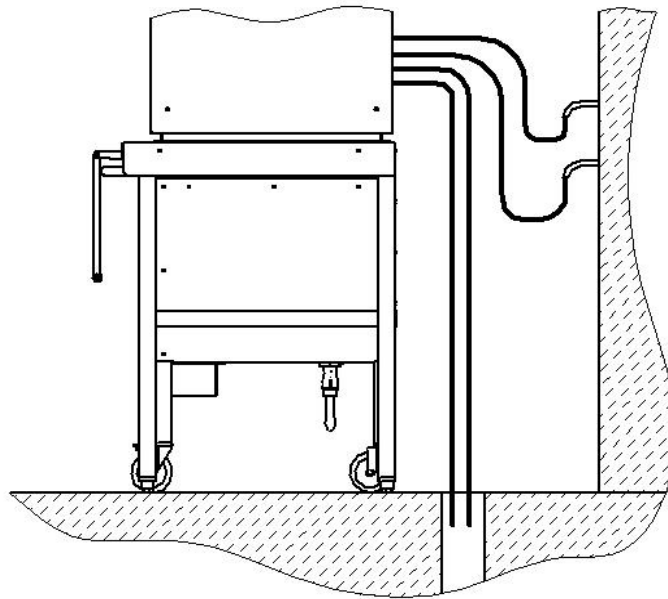

Рис. 5 Схема подключения льдогенератора
- установить льдогенератор на накопитель льда. Для льдогенераторов ЛГ-400Ч-01, ЛГ-400Ч-02 и ЛГ-620Ч-01, ЛГ-620Ч-02 использовать бункер-накопитель Б-400 или бункер-накопитель БН-2-100. Льдогенератор должен фиксироваться на бункере-накопителе двумя болтами из комплекта поставки моментом затяжки  $26 \pm 1,5$  Н·м ( $2,7 \pm 0,15$  кгс·м). Схема монтажа показана на рис. 5. Положение льдогенератора должно быть горизонтальным, в случае необходимости отрегулируйте высоту и устойчивое положение изделия с помощью регулируемых ножек бункеров;
- подключить изделие к системе водоснабжения. Льдогенератор подключается к системе водоснабжения через штуцер с резьбой G 3/4" для подачи воды на испаритель и через штуцер под шланг с внутренним диаметром 12 мм для подачи воды на охлаждение конденсатора (для ЛГ-400Ч-01, ЛГ-620Ч-01) (рис. 5). Для дополнительной фиксации шланг крепить к штуцеру хомутом. Подсоединение шлангов подачи воды должно проводиться через краны для экстренного прекращения подачи воды на охлаждение конденсатора и испаритель в случае необходимости.
- подключить изделие к системе канализации через штуцер слива воды с ванны и штуцер охлаждения конденсатора под шланг с внутренним диаметром 12мм (для ЛГ-400Ч-01, ЛГ-620Ч-01) и штуцер для слива талой воды с бункера (для бункера Б-400) (рис. 5). Убедиться, что сливные шланги находятся ниже, чем выходы на задней панели льдогенератора и основания бункера, чтобы вода могла стекать.
**ВНИМАНИЕ!** Необходимо организовать разрыв струи, обеспечив воздушный промежуток не менее 20 мм между концом сливного шланга и краем принимающей трубы (см. рис. 5).